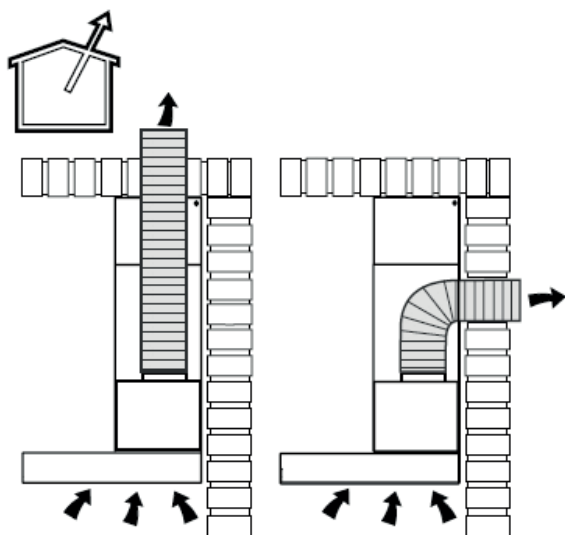

Abbildung 1
- im ABLUFTBETRIEB (Abb. 1)
Gebrauch im Abluftbetrieb (Abbildung 1)